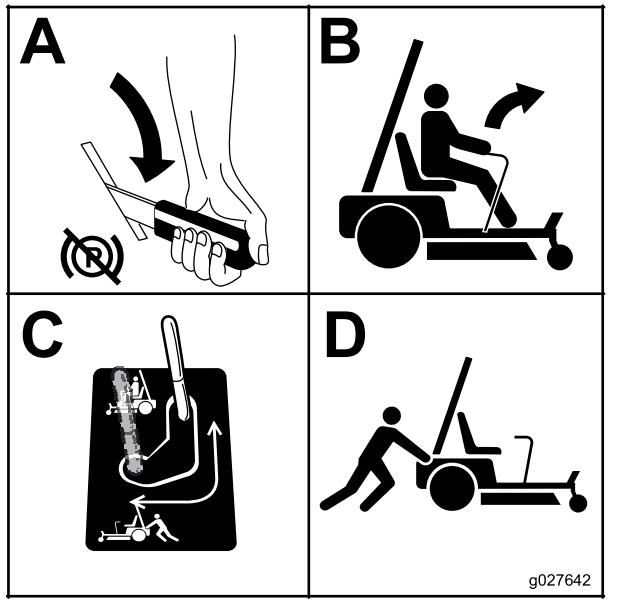

Figure 27
3. Répétez cette procédure de chaque côté de la machine (Figure 27).
- Placez la dérivation à la position voulue pour utiliser la machine (Figure 27) et engager les moteurs des roues.